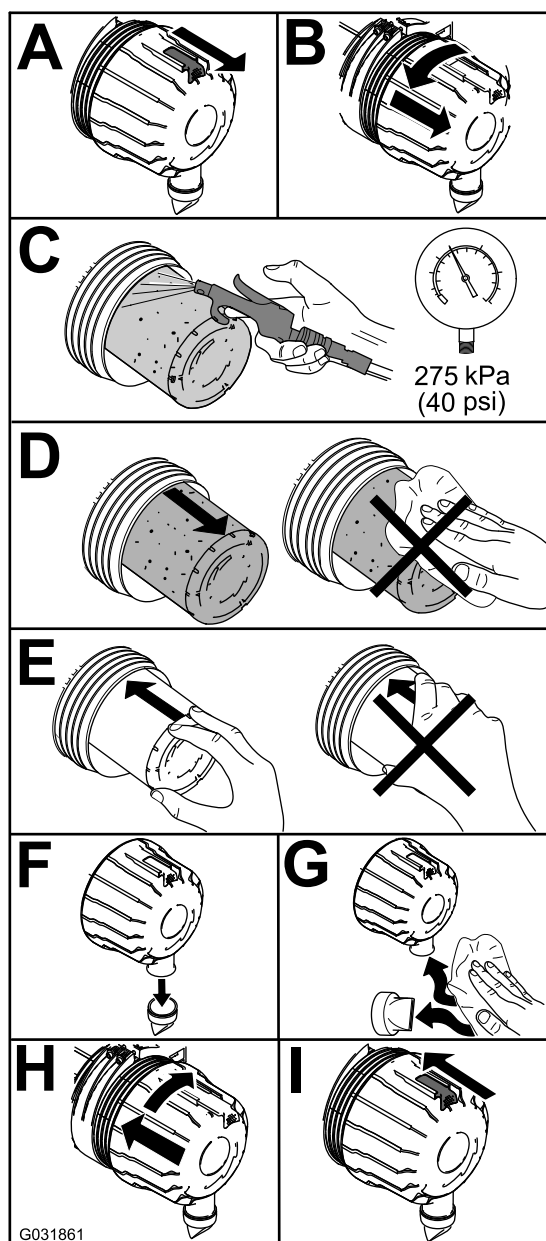

Figure 46
1. Remplacez le filtre à air (Figure 46).